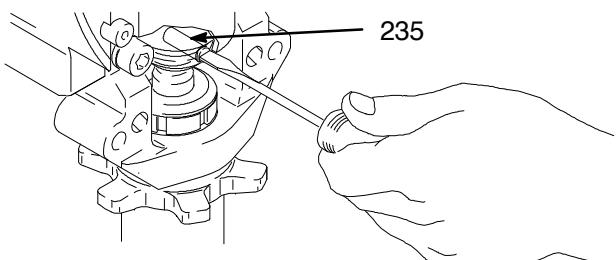

Рис. 16
- См. Рис. 16. С помощью отвертки сдвиньте стопорную шайбу вверх и вытолкните шпильку (235).
- См. Рис. 16. Протолкните шпильку (235) в отверстие. Сдвиньте стопорную пружину в кольцевую канавку шатуна.